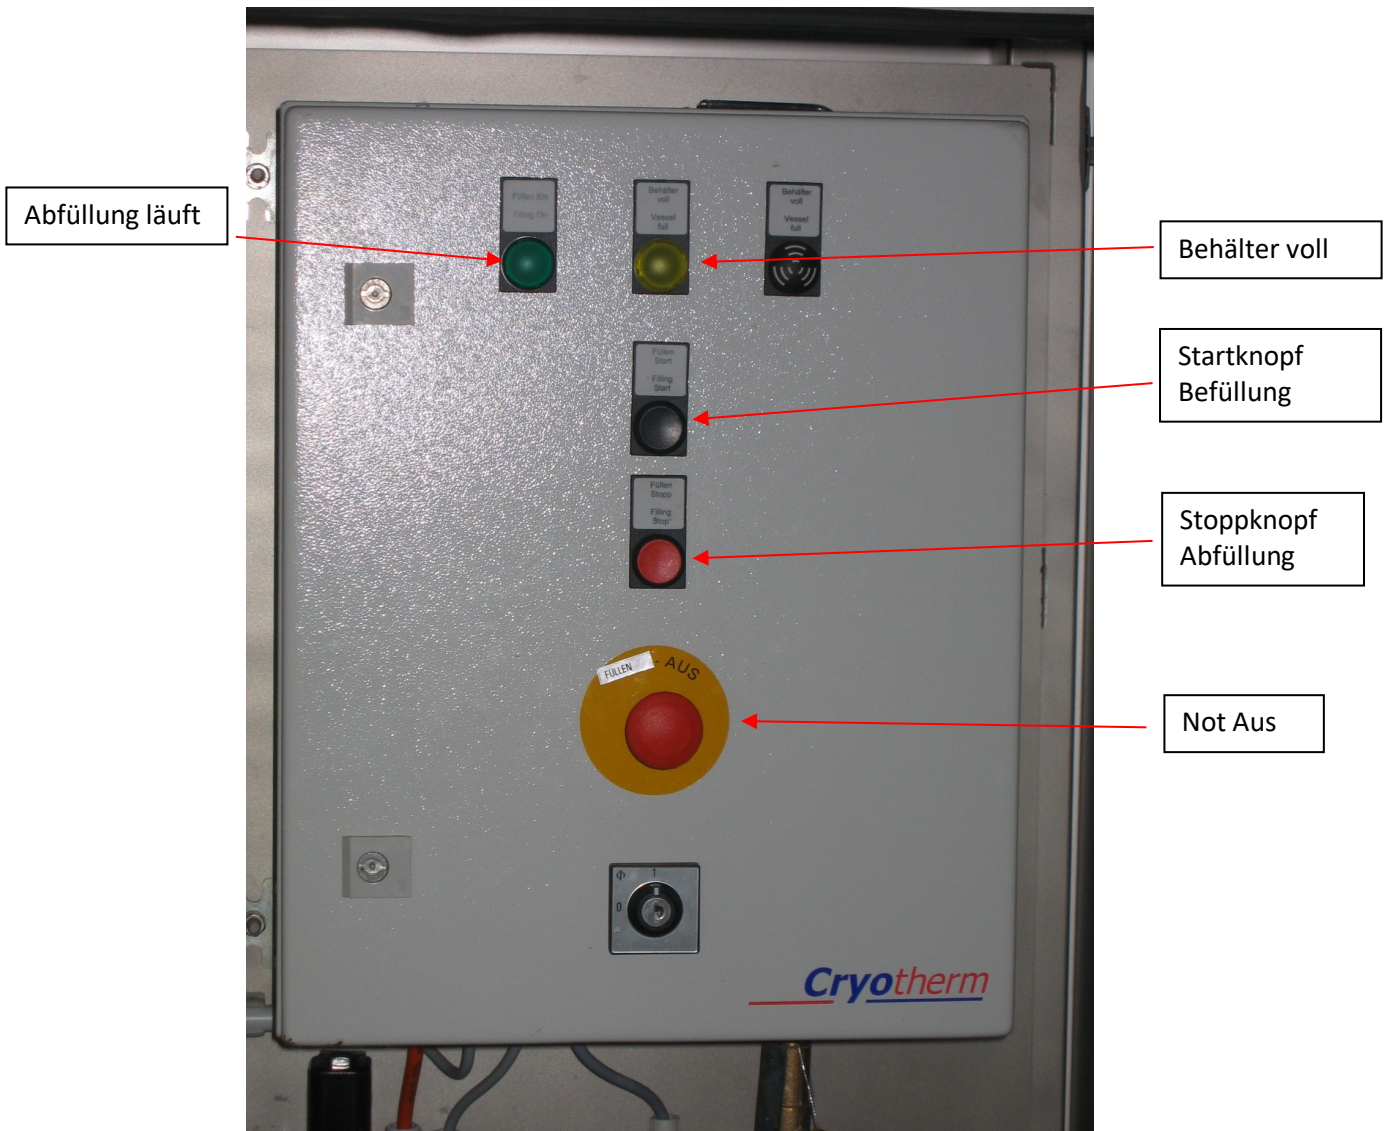

Abb. 4: Ansicht der Steuerung der Abfüllanlage.
3. Abfüllvorgang starten (s. Abb. 4), Abfüllung einige Minuten beobachten. Erfahrungswerte zur Dauer des Füllvorganges eines jeden Dewargefäßes nutzen, wenige Minuten vor Ende des Abfüllvorganges Abschaltvorgang beobachten. Bei Nichtabschaltung mit dem Stoppknopf Abfüllung abbrechen, ins Abfüllbuch eintragen. Beim Verlassen des Raumes Tür schließen.